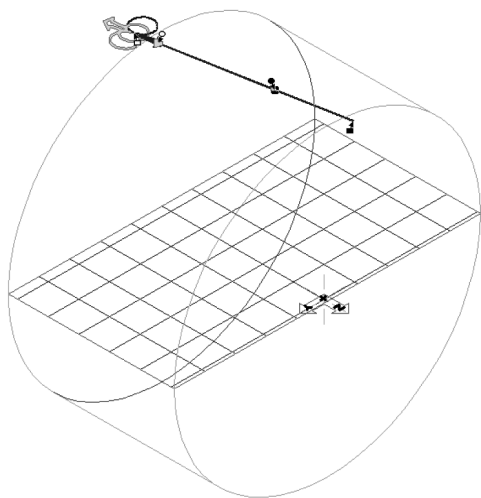

图 2-42 选取加工标记
- 29) 按显示在线上放置加工标记, 如图 2-42 所示。